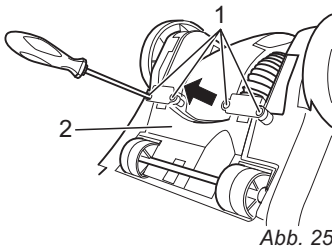

Abb. 25
2. Lösen Sie die 4 Schrauben der Scharnierabdeckungen (Abb. 25/1) der Bodenplatte (Abb. 25/2) mit einem Kreuzschlitz-Schraubendreher.
3. Entfernen Sie die Scharnierabdeckungen (Abb. 25/1).
19. Montieren Sie die Scharnierabdeckungen (Abb. 25/1) mit vier Schrauben (Abb. 25).